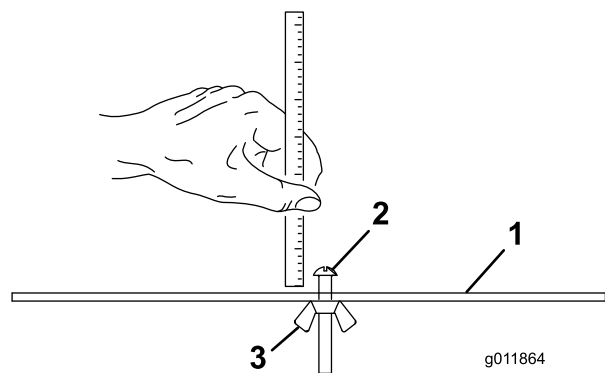

図 18
2. ゲージバー 図 18 のナットをゆるめ、調整ねじを希望の刈り高に合わせる